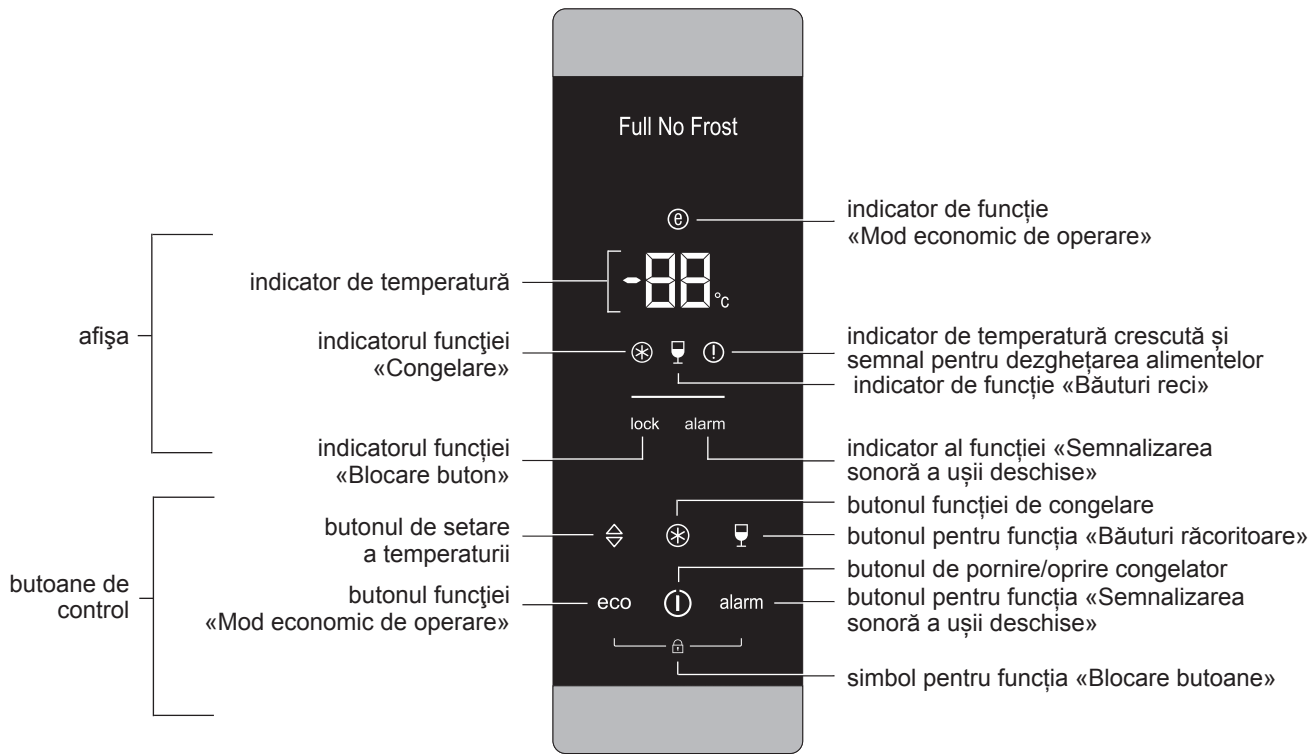

Figura 3 – Unitatea de operare
1.4 Ușa congelatorului are o unitate de control în conformitate cu figura 3, care controlează funcționarea congelatorului, și permite să schimbați temperatura, să activați funcții, să porniți și să opriți congelatorul.
2.1 Unitatea de operare în conformitate cu figura 3 are un afișaj și butoane de control (denumite în continuare butoane).
2.3 Displeiul arată indicatorii de funcționare a congelatorului (sunt evidențiați în figura 3 în mod convențional). Indicatoarele arată temperatura selectată și indică activarea funcțiilor.
3.7.1 Pentru a activa funcția, tastați și mențineți apăsat timp de 3 secunde butoanele «eco» și «alarm» (în figura 3 simbolul este marcat). Indicatorul «lock» se va aprinde pe afișaj, butoanele unității de comandă vor fi blocate.